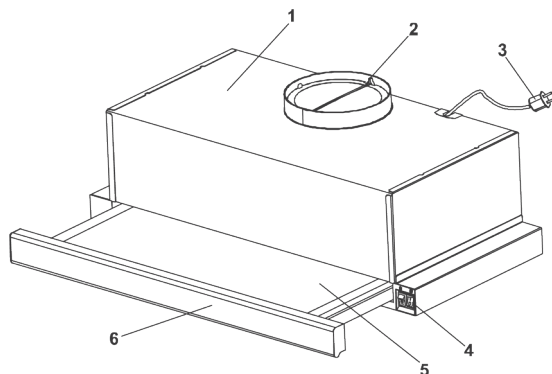

Рис. 3
5.4 Вытяжка состоит из следующих составных частей (рис.3 / рис.3.1):